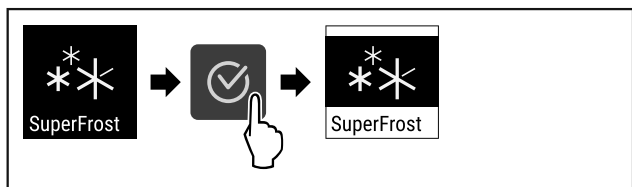

Fig. 65
- ▶ Kryeni hapat e veprimit (shihni Fig. 65) .